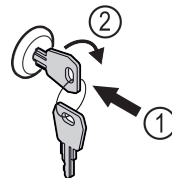

Fig. 206
- ▶ Вдавити ключ. Fig. 206 (1)
- ▶ Повернути ключ на 90° за годинниковою стрілкою. Fig. 206 (2)